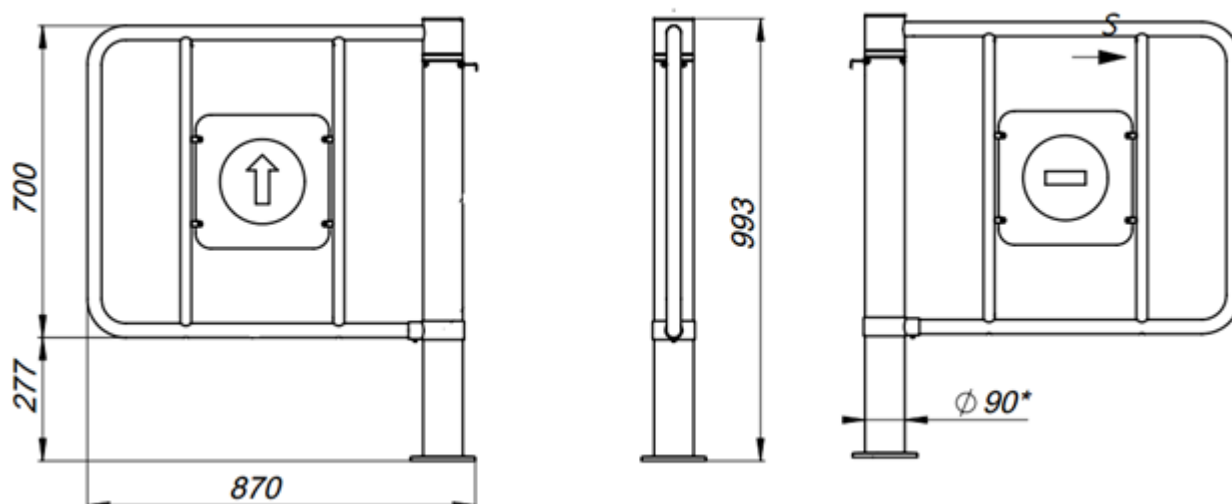

Рисунок 1 – Габаритные размеры изделия
3.3.4 Рисунок 1 – габаритные размеры изделия.